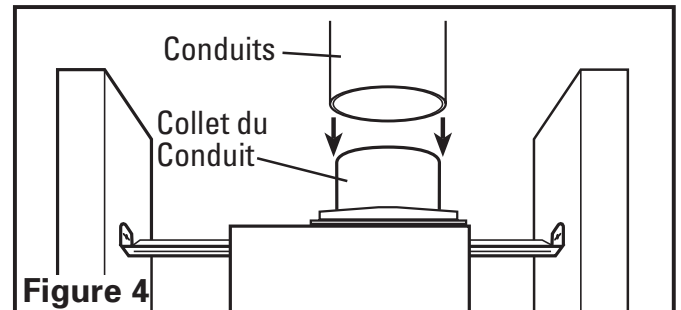

Figure 4
- Raccorder le conduit au collet de conduit du ventilateur (**Figure 4**). Fixer en place à l'aide de ruban ou de serre-joint. Toujours évacuer le ventilateur vers l'extérieur au travers de chapeau mural ou de toit.